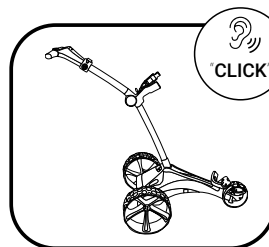

Fig 4
4. Un « clic » positif se fait entendre lorsque le chariot est entièrement déplié (fig. 4).